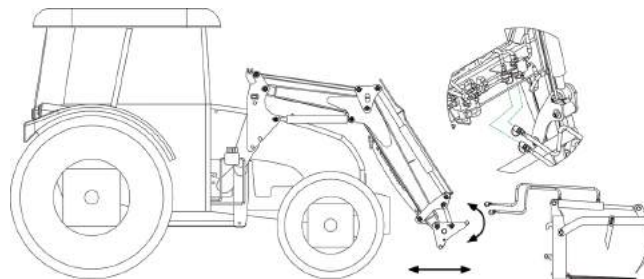

Рис. 17. Монтаж рабочего органа, требующего подключения к гидравлической системе погрузчика.
- подъехать к органу (1), стоящему на плоском, твёрдом и ровном основании,
- опустить погрузчик до точки, при которой рама сцепки (2) будет находиться ниже сцепных крюков органа (1),
- опустить раму сцепки (2) вниз,
- поместить сцепки органа (1) в направляющих сцепной рамы (2),
- гидравлические шланги органа соединить с гидравлической системой гидроцилиндра так, как это показано на рис. 17.